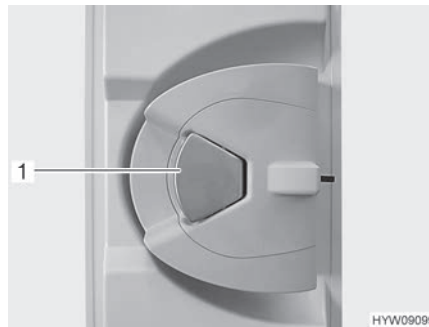

Fig. 54 Serrure de la porte (porte cellule à l'intérieur)
- Ouvrir :** ■ Quand la serrure de la porte est verrouillée : Tirer une fois sur la poignée de la porte (Fig. 54,1). La porte est déverrouillée.
- Tirer sur la poignée de la porte (Fig. 54,1). La porte est ouverte.
- Verrouiller :** ■ Appuyer sur la poignée de la porte (Fig. 54,1).